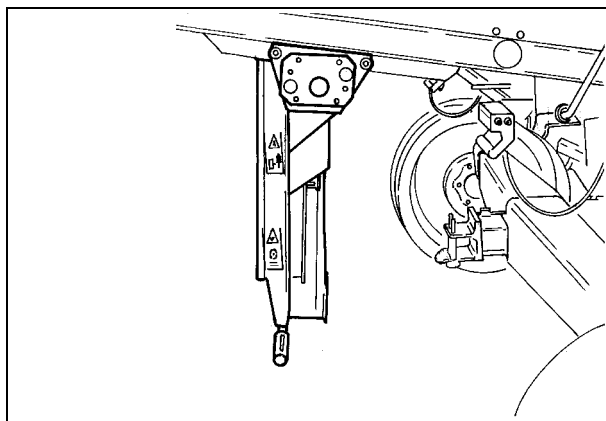

Рис. 37
- - вертикальное (Рис. 37). Оператор может проверить работу узла очистки.